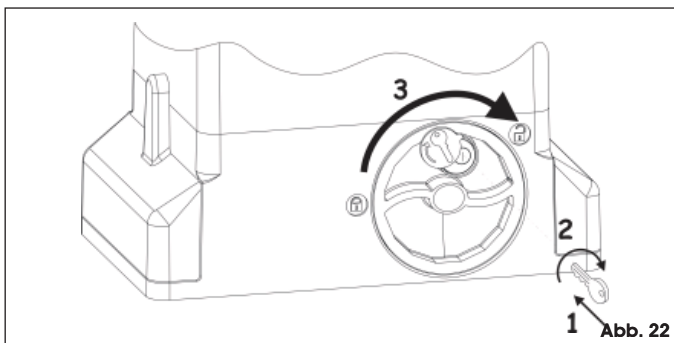

Abb. 22
1. Den mitgelieferten Schlüssel stecken und im Uhrzeigersinn drehen, wie in Abb. 22 Bez. 1 und 2 gezeigt.
2. Das Entriegelungssystem im Uhrzeigersinn bis zum mechanischen Anschlag drehen, Abb. 22 Bez. 3.